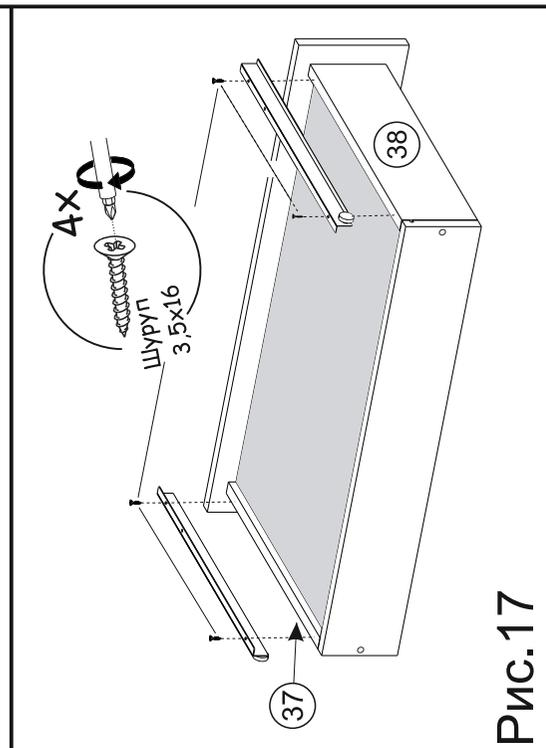

Рис.17
17) На дно ящика прикрутите направляющие шурупами 3.5x16 (см. рис. 17).